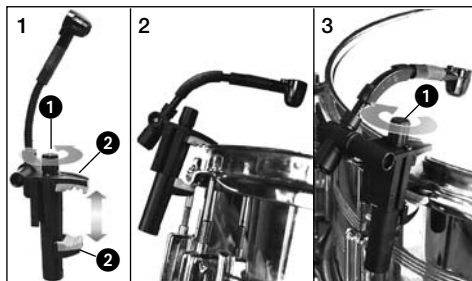

Fig. 5: Fijación del micrófono en la caja, un tom-tom o roto-tom
- Véase Fig. 5.
1. Gire el tornillo moleteado (1) en sentido contrario a las agujas del reloj para abrir las mordazas de sujeción (2).
3. Atornille el tornillo moleteado (1) en el sentido de las agujas del reloj.